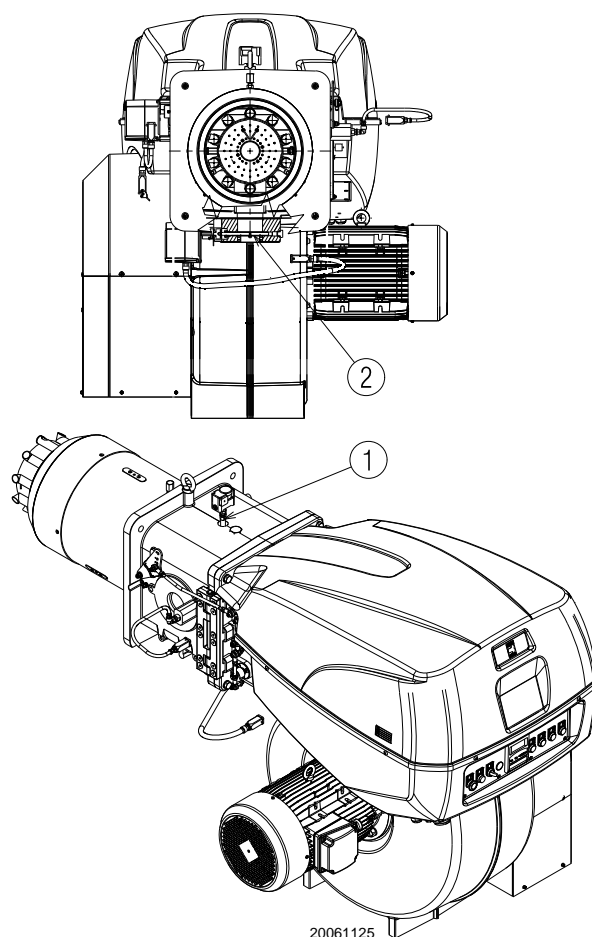

图 21
测试点 1)(图 21) 处测得的燃气压力，此时：
燃气蝶阀2)(图21) 处的压力损失，此时蝶阀最大开启角度为：90°。
- 用测试点 1)(图 21) 测得的燃气压力减去炉膛压力。
测试点 1) (图 21) 处燃气压力 = 59.2 mbar
计算测试点 1) (图 21) 处所需燃气压力，将燃烧器以最大出力运行，然后：
- 读出右边栏 1 所示测试点 1) (图 21) 处压力。
测试点 1) (图 21) 处压力。